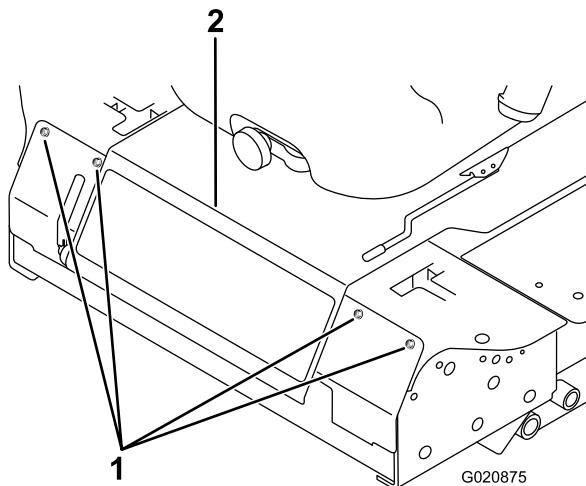

Figura 43
2. Togliete i bulloni che fissano il pannello anteriore, e rimuovete il pannello (Figura 43).